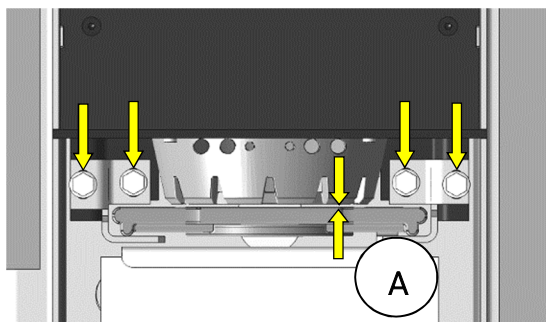

Abb. 32: Abstand Rost- Brennertopf
2. Prüfen Sie den vertikalen Abstand (A) zwischen Brennertopf und Rost (Abb. 32). Der Abstand darf nicht größer als 1 mm sein. Gegebenenfalls Spalt / Abstand einstellen. Dazu die vier mit Pfeilen markierten Schrauben lösen.